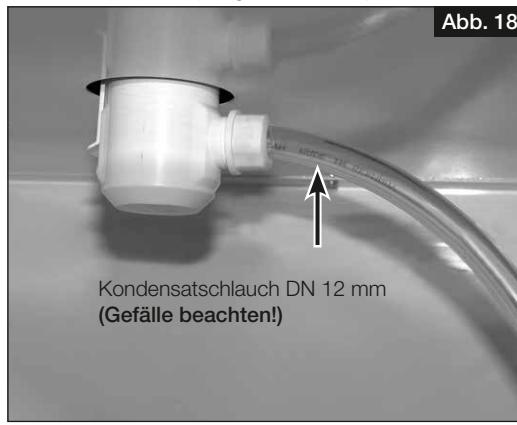

Abb. 18
6. Kondensatschlauch (Länge max. 1,5 m) an das Entwässerungssystem des Gebäudes anschließen (s. Abb. 18).